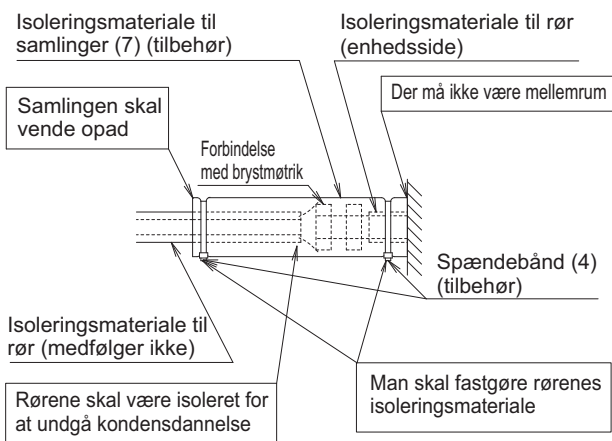

Fig. 15
- Efter lækagetest, se **fig. 15**, skal man isolere samlingerne på gas- og væskerør (6) og (7) for at hindre uisolerede rør. Fastgør herefter isoleringsmaterialet i begge ender med klemmen (4).
- Man skal vikle tætningsmaterialet (lille) (9) omkring isoleringsmaterialet (6) ved samlingerne (del med brystmøtrik), kun på gasrørssiden.
- Sørg for, at samlingen på isoleringsmaterialet (6) og (7) ved forskruningerne peger opad.